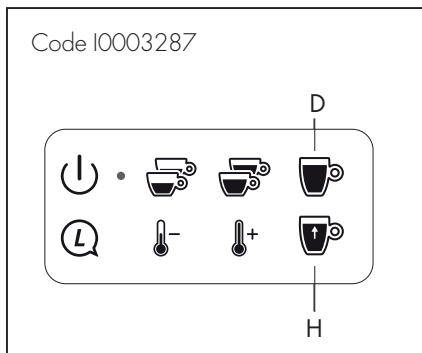

Fig. 12
Pour code 10003287, la touche (D) distribue 240 cc et la touche (H) distribue 90 cc ; aussi, veiller à positionner un conteneur adapté à la quantité distribuée (Fig. 12).